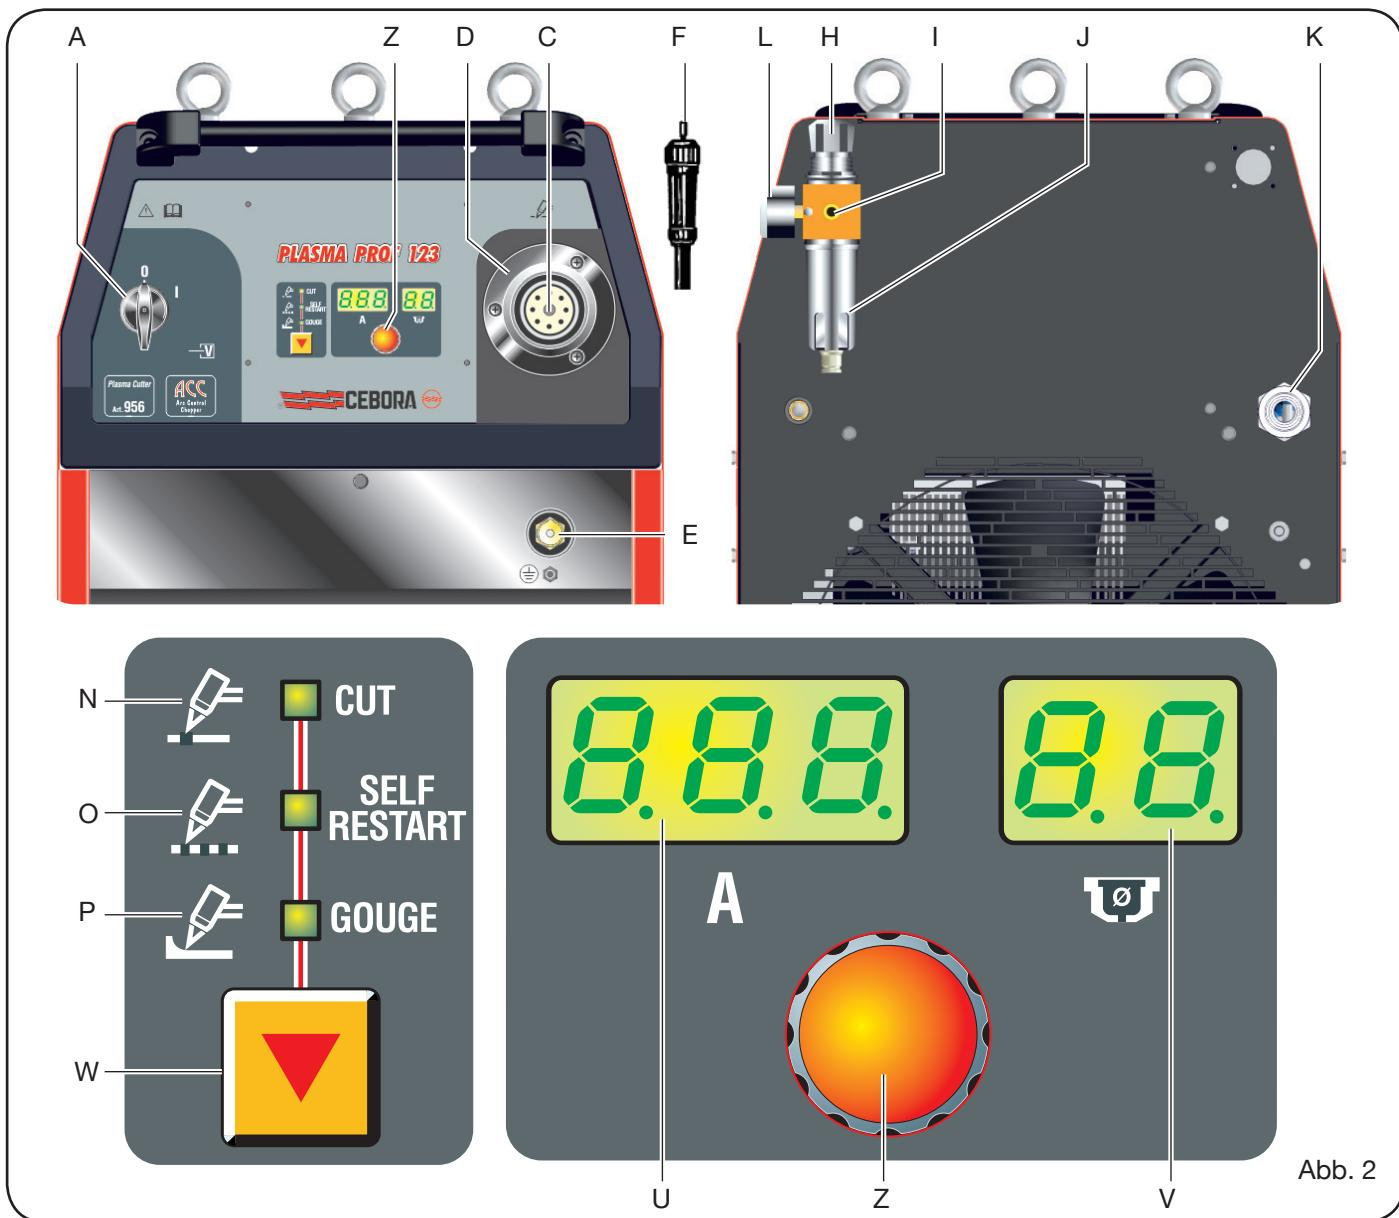

Abb. 2
### 2.2 BESCHREIBUNG DES GERÄTS (ABB. 2)
- b) Bei Anschluss mit Netzstecker muss man einen Stecker verwenden, dessen Bemessungsstrom den Angaben auf dem Typenschild entspricht. In diesem Fall muss der Netzstecker dazu verwendet werden, die Maschine vollständig vom Netz zu trennen, nachdem der Schalter A (Abb. 2) auf "O" geschaltet wurde.